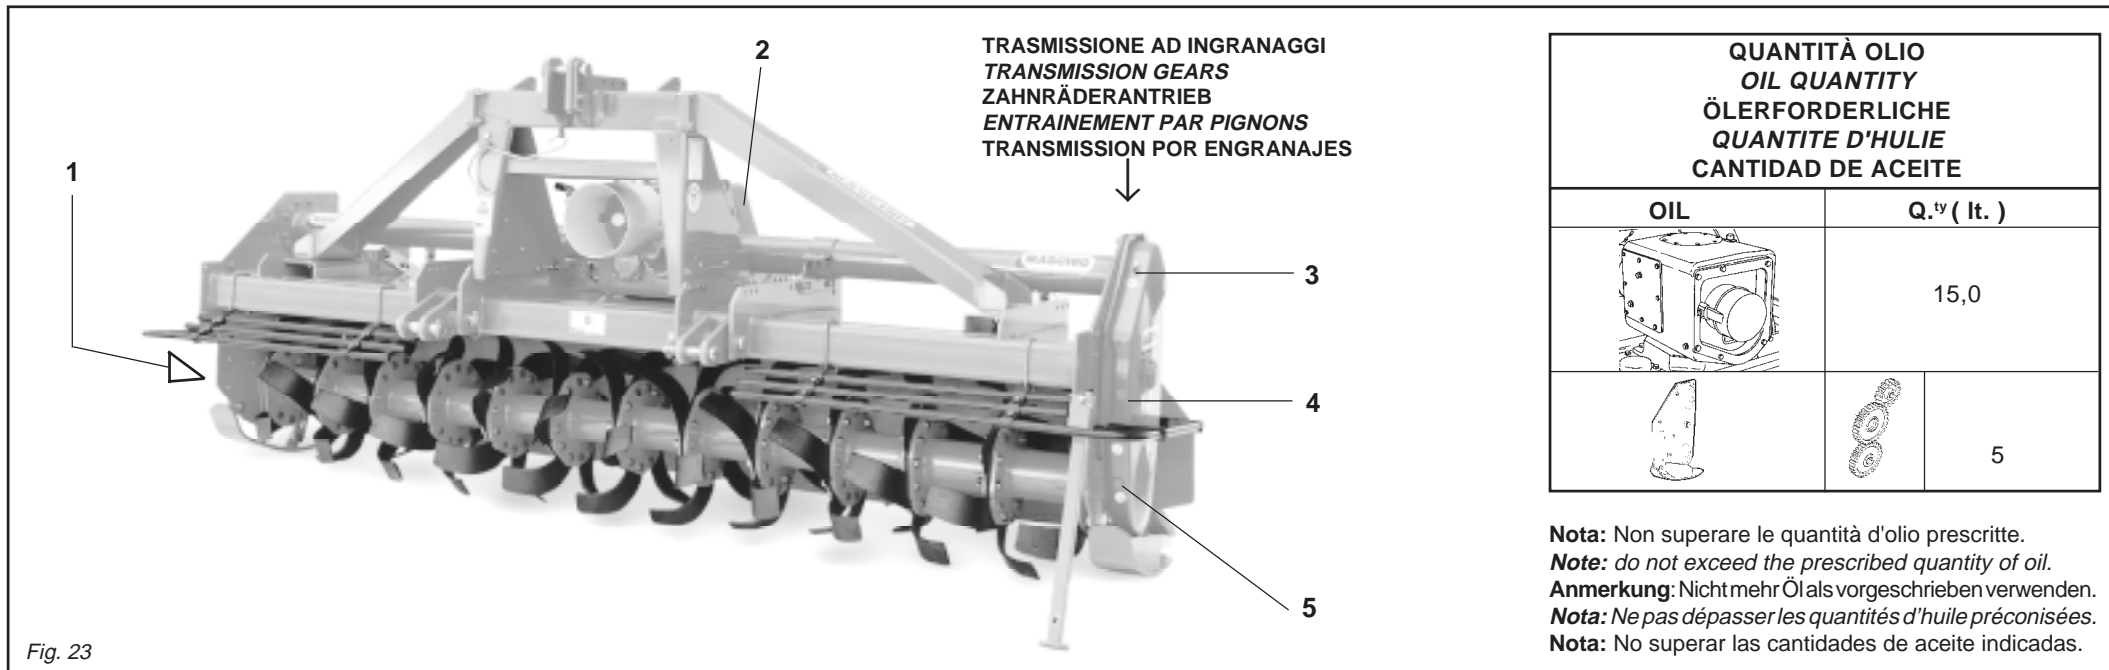

Fig. 23
- Die Rotorachszapfen (1 Abb. 23) schmieren.
- Den Ölstand im Gang-Gehäuse kontrollieren (2 Abb. 23); ev. bis zum Ölstandzeichen, das auf dem Stab angebracht ist, nachfüllen.
- Kettenantrieb: den Ölstand im Seitenantrieb prüfen. Dazu den Ölstandsstopfen (4 Abb. 23) losschrauben und prüfen, ob Öl ausfließt. Ggf. durch den Öleinfüllstopfen (3 Abb. 23) soviel Öl nachfüllen, bis das Öl am Ölstandsstopfen ausläuft.
- Zahnradantrieb: den Ölstand im Seitenantrieb prüfen. Dazu den Ölstandsstopfen (4 Abb. 23) losschrauben und prüfen, ob Öl ausfließt. Ggf. durch den Öleinfüllstopfen (3 Abb. 23) soviel Öl nachfüllen, bis das Öl am Ölstandsstopfen ausläuft.
- *Graissez les fusées du rotor (1 Fig. 23).*
- *Contrôlez le niveau de l'huile dans la boîte de vitesse. Si nécessaire, rajouter de l'huile jusqu'au cran sur la jauge (2 Fig. 23).*
- *Entrainement latéral par chaîne: contrôlez le niveau de l'huile dans le carter latéral de la transmission en dévissant le bouchon de niveau (4 Fig. 23) et vérifiant si l'huile sort. Si nécessaire rajouter de l'huile par le bouchon de remplissage (3 Fig. 23) jusqu'à ce qu'elle sorte par le bouchon de niveau.*
- *Entrainement latéral par pignons: contrôlez le niveau de l'huile dans le carter latéral de la transmission en dévissant le bouchon de niveau (4 Fig. 23) et vérifiant si l'huile sort. Si nécessaire rajouter de l'huile par le bouchon de remplissage (3 Fig. 23) jusqu'à ce qu'elle sorte par le bouchon de niveau.*
- Engrasar los ejes del rotor (1 Fig. 23).
- Controlar el nivel de aceite en la caja de cambio, eventualmente rellenar hasta la muesca de nivel presente en la varilla (2 Fig. 23).
- Transmisión lateral por cadena: controlar el nivel de aceite en el carter lateral de la transmisión, desenroscando el tapón de nivel (4 Fig. 23) y controlando que salga el aceite. Eventualmente agregar aceite a través del tapón de llenado (3 Fig. 23), hasta que veamos que sale por el tapón de nivel.
- Transmisión lateral por engranajes: controlar el nivel de aceite en el carter lateral de la transmisión, desenroscando el tapón de nivel (4 Fig. 23) y controlando que salga el aceite. Eventualmente agregar aceite a través del tapón de llenado (3 Fig. 23), hasta que veamos que sale por el tapón de nivel.
- Effettuare il cambio completo dell'olio, sia cambio e sia del carter trasmissione, scaricando completamente l'olio dal tappo di scarico posto sotto la scatola riduttore e dal tappo di scarico trasmissione (2 e 5 Fig. 23). È inoltre opportuno in tale circostanza uno smontaggio con relativa pulizia dei dischi frizione (nel caso si utilizzino un albero cardanico con frizione).
- *Change the oil in the in the gearbox and transmission casing by completely draining off the old oil through the drain plug under the reduction unit and through the transmission drain plug (2 and 5 Fig. 23).*
- Das Öl im Getriebe wechseln. Dazu die Ölablaßschraube unter dem Getriebegehäuse und den Stopfen des seitlichen Antriebs (2 und 5 Abb. 23) losdrehen und das Öl ausfließen lassen.
- *Vidangez entièrement l'huile du boîte de vitesse et du carter de transmission à travers le bouchon de vidange qui se trouve sous la boîte du réducteur et par le bouchon de vidange de la transmission (2 et 5 Fig. 23).*
- Efectuar el cambio completo del aceite, tanto la caja de cambio como también del cárter de transmisión, descargando completamente el aceite del tapón de descarga presente debajo de la caja del reductor y del tapón de descarga transmisión (2 y 5 Fig. 23).